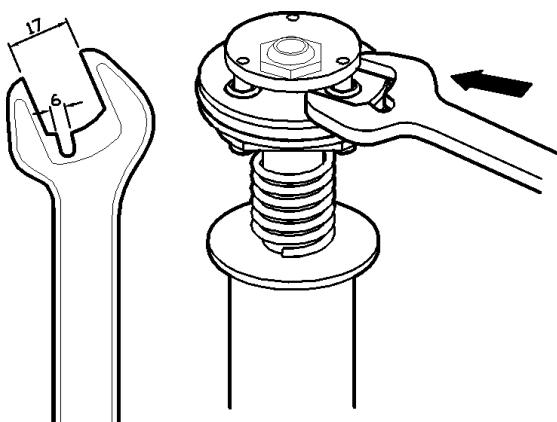

Fig. 9
1. Secure the air motor body (16) in the vice and loosen the four screws (13) to remove the air motor dolly (1).
2. Check the upper spring (2) and the spring stop (3) inside the air motor dolly (1). Replace if damaged.
3. Remove the lower circlip (15) and muffler (14) and pull up the inverting set (4) until the hole in pump piston rod (8) gets visible in the opening where the muffler was removed. Insert a steel rod (8 mm) in the hole to lock the piston.
4. Use a prepared 17mm wrench (see fig. 9) to disassemble the reversing set (4).
1. Fijar el cuerpo motor (16) adecuadamente y soltar los cuatro tornillos (13) para retirar la cazoleta (1).
2. Verificar el muelle superior (2) y el tope muelle (3) en la cazoleta (1). Sustituir en caso de deterioro.
3. Desmontar el anillo de seguridad (15) inferior y el silenciador (14) y tirar el conjunto inversor hacia arriba hasta que el agujero en el vástagos (8) quede visible en la apertura donde el silenciador fue quitado. Introducir una varilla acerada (8mm) en el agujero del pistón para bloquear el mismo.
4. Desenroscar el conjunto inversor (4) con una llave fija de 17mm preparada (Fig. 9).
1. Fixer correctement le corps moteur (16) et dévisser les 4 vis (13) pour désolidariser la cassolette (1).
2. Procéder au contrôle du ressort supérieur (2) ainsi que de la butée de ce dernier (3) qui se trouvent dans la cassolette (1). Remplacer ces pièces si nécessaire.
3. Démonter l'anneau de sécurité (15) inférieur et le silencieux (14) et tirer l'ensemble inverseur vers le haut jusqu'à ce que l'orifice du piston (8) soit visible et ce, au niveau où le silencieux a été enlevé. Introduire une baguette en acier (8mm) dans l'orifice du piston pour bloquer ce dernier.
4. Desserrer l'ensemble inverseur (4) à l'aide d'une clé fixe préparée de 17 mm (voir Fig.9).